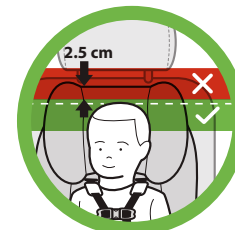

Figura 124
**Viendo hacia atrás:** La parte superior de la cabeza del niño debe quedar al menos a 1" (2,5 cm) por debajo de la parte superior del apoyacabezas del asiento de seguridad, como se muestra en la **figura 124**. Si la parte superior de la cabeza del niño queda a menos de 1" (2,5 cm) por debajo de la parte superior del apoyacabezas en la posición de ajuste más alta, entonces el niño está demasiado grande para ir en el asiento viendo hacia atrás, y se debe hacer el cambio a la posición viendo hacia adelante.